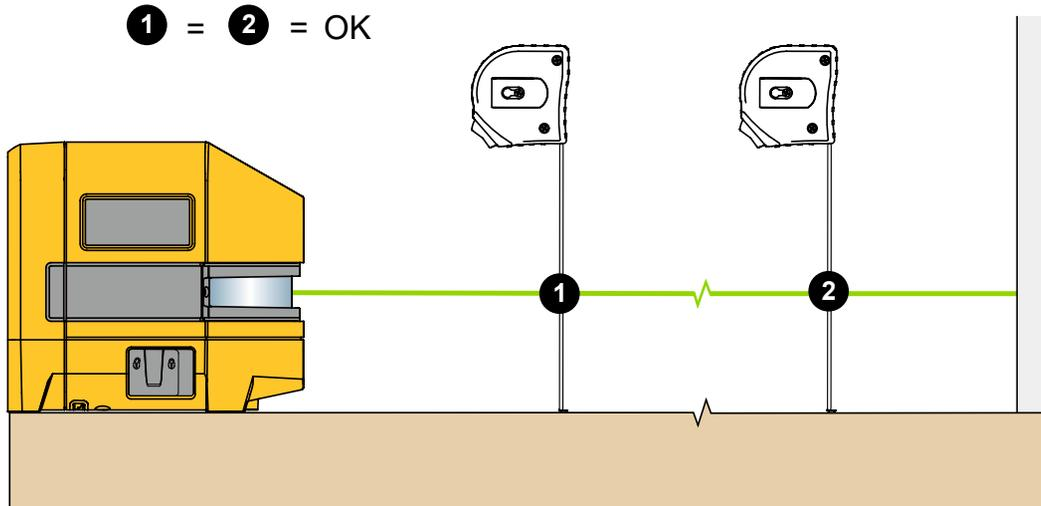

Figure 4. Alignement de l'élément existant
3. Mesurez la distance entre l'élément et le laser à diverses distances du Produit. Voir la Figure 4.